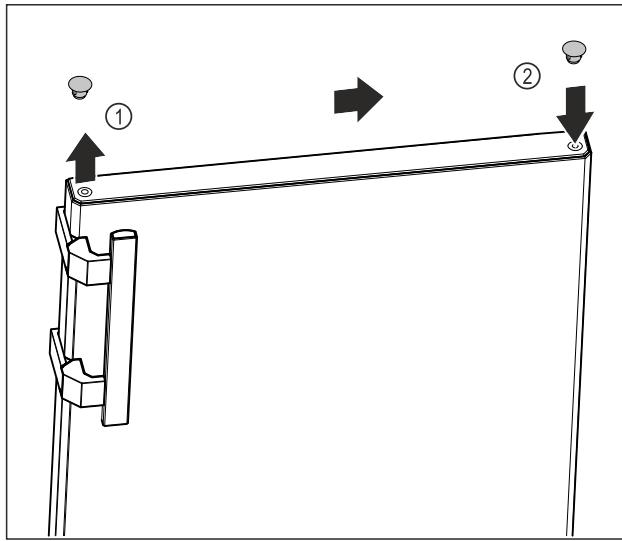

Fig. 13
- Обережно підніміть заглушки у верхній частині дверцят Fig. 13 (1) за допомогою шліцевої викрутки.
- Вставте заглушки з протилежного боку. Fig. 13 (2)